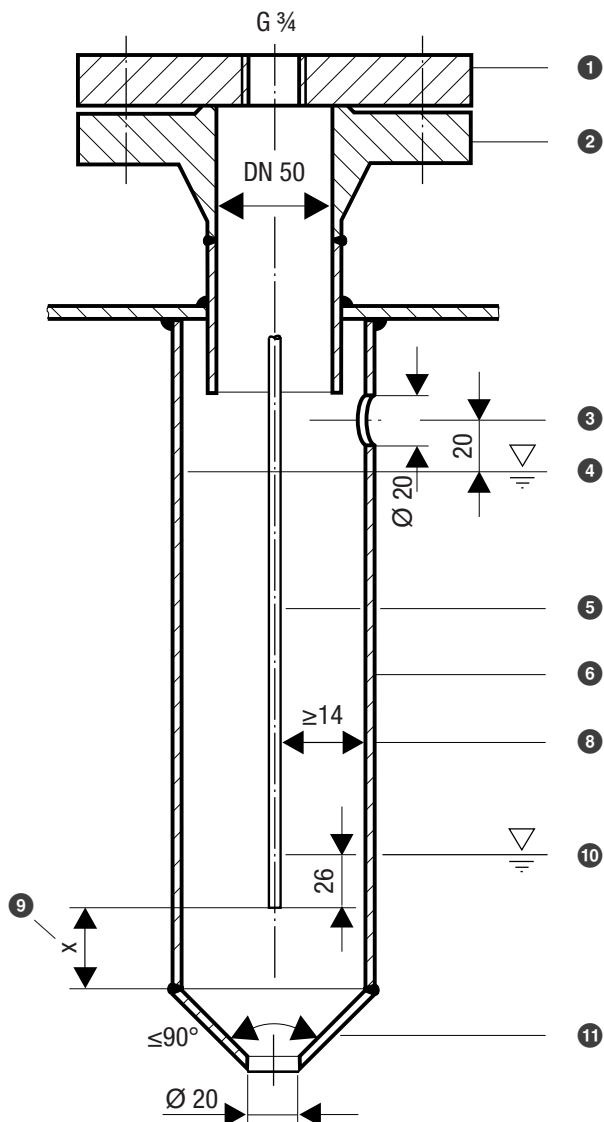
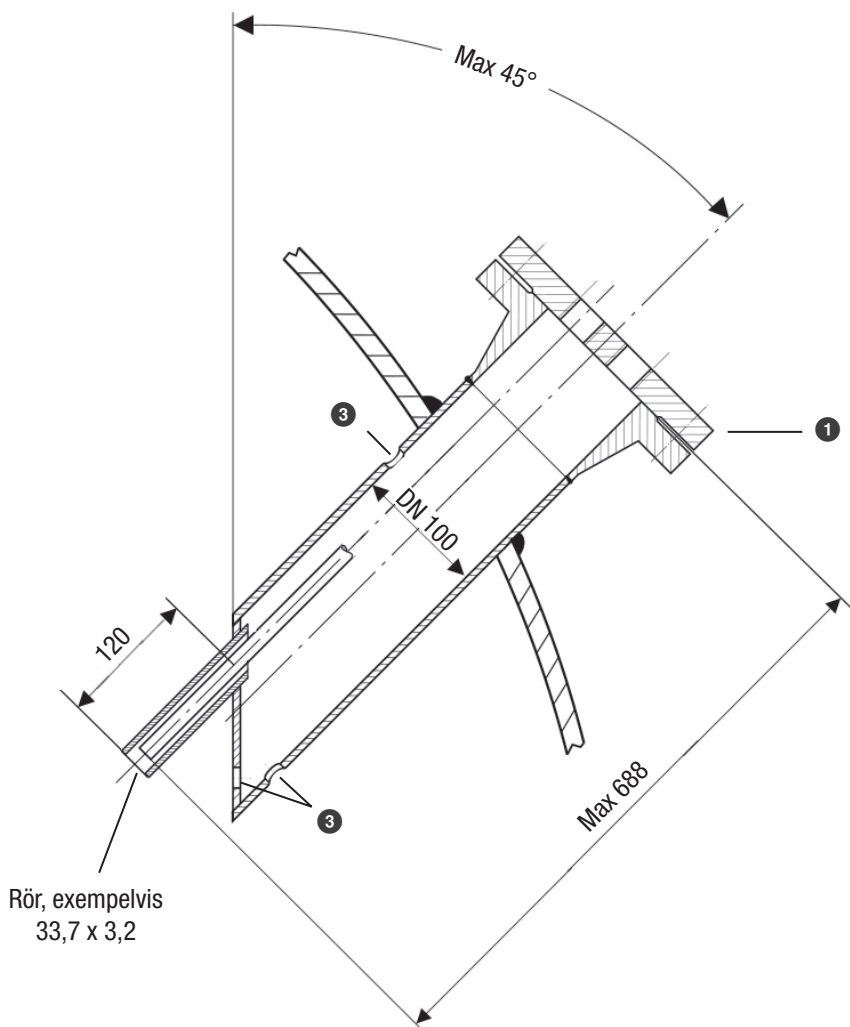

Bild 12
Bild 16
- Beakta minimiavstånden vid monteringen av nivåelektroden, se monteringsexemplen på Bild 12 till Bild 16.
Nivåelektrodens lutningsvinkel får vara 45° och elektrodstavens längd är då begränsad till maximalt 688 mm, se Bild 16. Det gäller inte vid användning i en tvåhålsfläns.
Monteringsexempel med angivna mått, se Bild 12, sida 30
Teckenförklaring Bild 12 till Bild 16
- 1 Bild 12, 13: Fläns (PN 40, DN 50) DIN EN 1029-01 (för en elektrod)